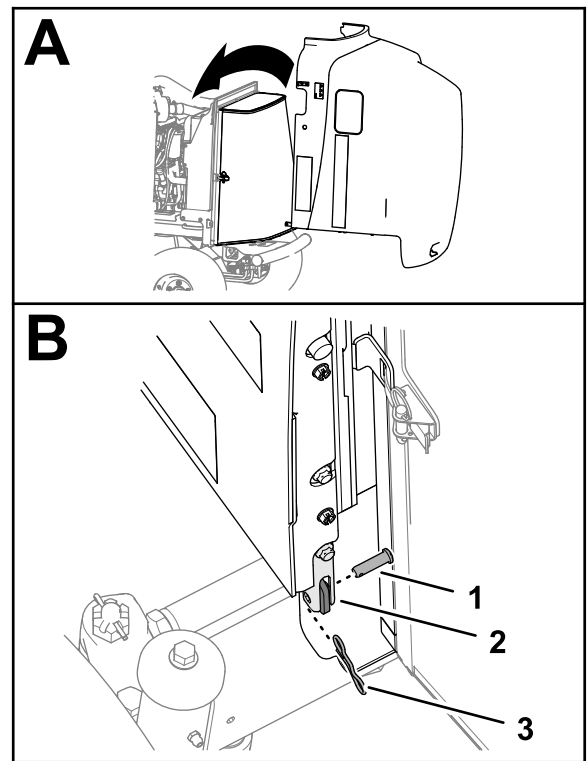

Figura 22
1. Allineate il cofano al retro della macchina (Figura 22).
2. Allineate i fori del tubo del telaio del cofano con i fori delle staffe orientabili della macchina (Figura 22).
3. Montate il tubo del telaio del cofano alle staffe orientabili con i 2 perni con testa e i 2 perni di bloccaggio ad arco (Figura 22).